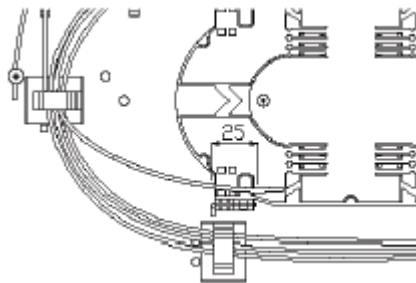

Figura 14. Marcación del tubo loose
7.4.2. Con bolígrafo marcar sobre los tubos loose un punto a aproximada mente 25mm de la entrada de la bandeja (figura 14) .